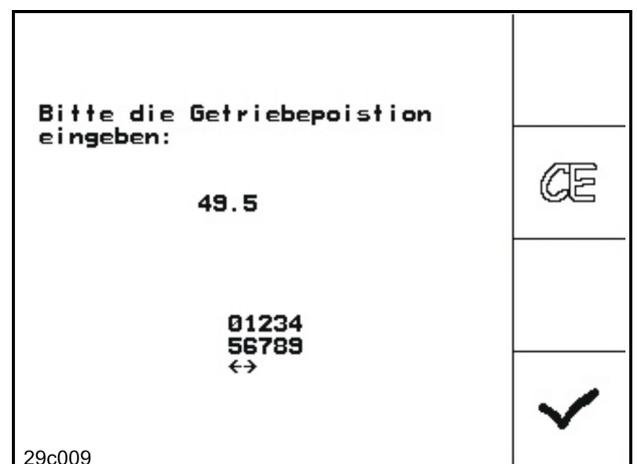

Fig. 72
- Einstellungen bestätigen und den Skalenwert, der vom Getriebehebel auf der Skala angezeigt wird, im sich öffnenden Menüfenster (Fig. 72) eintragen.